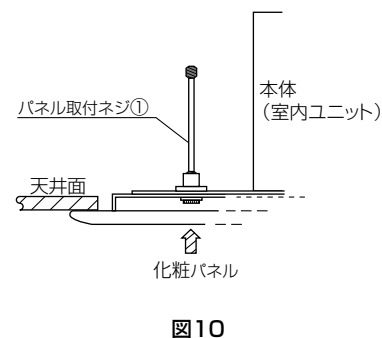

図10
- 化粧パネルを持上げ、化粧パネルが天井面に当たるまでパネル取付ネジ①の2段目のネジで締め付けます。(図10)